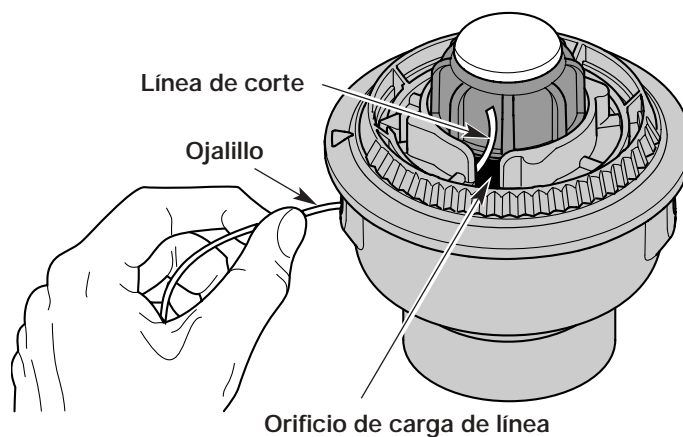

Fig. 15
3. Saque la línea vieja por los orificios de carga y de cierre de línea (Fig. 15 y 16).
4. Inserte una pieza de línea de corte dentro de uno de los ojalillos de la bobina exterior. Páselo hacia arriba a través del orificio de carga del carrete interior (Fig. 15). No doble la línea al insertarla en el ojalillo.